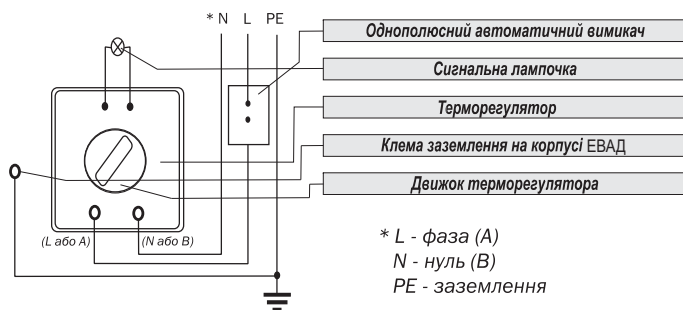

Рис. 7. Схема електрична для моделей E-series, O'Pro, Steatite
- встановити однополюсний автоматичний вимикач у безпосередній близькості від ЕВАД, виключивши попадання на нього вологи (рис. 7). Відстань між контактами не менш 3 мм.;
- під'єднати дрiт заземлення до клеми, яка позначена знаком \perp (рис. 7, 8, 9, 10, 11, 12);
- інші дроти під'єднати до контактів терморегулятора у відповідності з позначками на клеммах (L-фаза, коричневий; N-нуль, синій (рис. 7, 8, 9, 10, 11, 12);